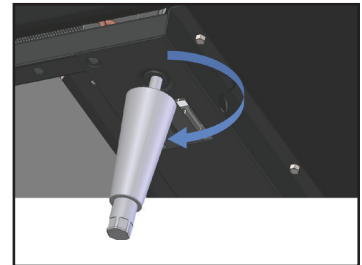

Abb. 4. Nivellierbeine hineinschrauben.
2. Nivellierbeine hineinschrauben. Siehe Abb. 4.